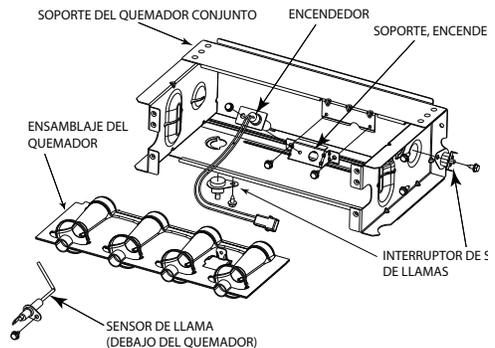
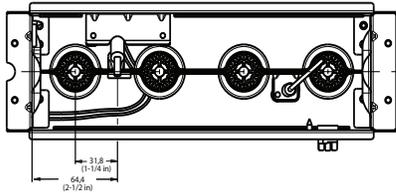
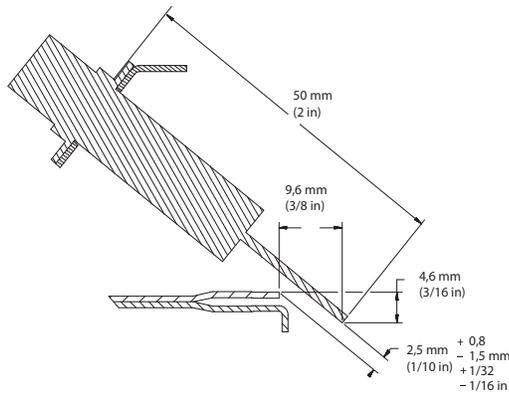

Fig. 69 – Conjunto del quemador
Fig. 70 – Posición del encendedor: vista superior
Fig. 71 – Posición del encendedor: vista lateral
Consulte la Fig. 69.
8. Verifique la alineación de la ignición. Vea Fig. 70, Fig. 71 y Fig. 69.
- a. Con la ayuda de un destornillador de 1/4 in, quite los dos tornillos que sujetan el soporte de montaje del encendedor al conjunto del quemador. Consulte la Fig. 69.
7. Vuelva a conectar el mazo de la ignición a la ignición y enderece los cables de ignición para asegurar que no se ejerza tensión sobre la ignición. Consulte la Fig. 69.
El encendedor **NO** necesita una inspección anual. Revise la resistencia antes de sacar la ignición. Consulte Fig. 70, Fig. 71 y Fig. 69.